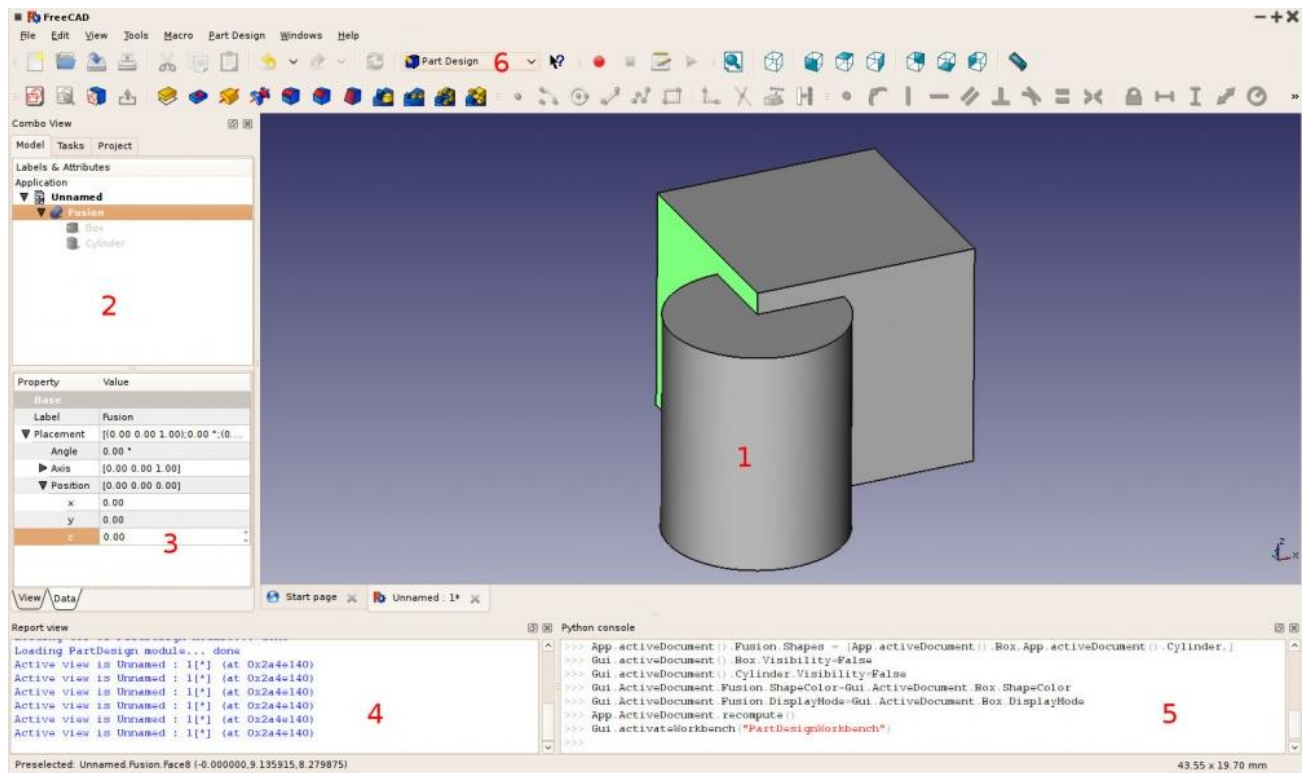

Рис. 6.1
Графічний інтерфейс має типовий для таких систем вигляд (рис. 6.1) та містить наступні панелі інструментів: вікно відображення геометричної моделі (1); дерево проекту, яке містить всі об'єкти моделі та операції, що виконуються над об'єктами (2); редактор властивостей об'єктів моделі (3); вікно виводу, в якому виводяться повідомлення системи, помилки та ін. (4); консоль Python, в якій у вигляді команд мови Python дублюються дії користувача та є можливість інтерактивного виконання команд (5).